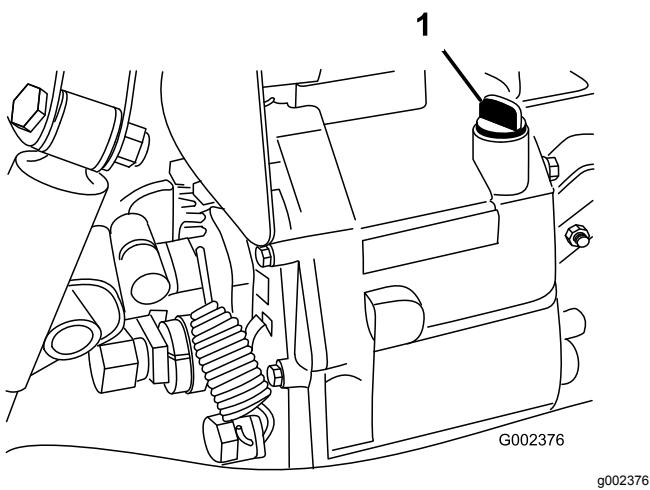

図 64
4. ディップスティック取り付け部の周辺をきれいにぬぐう 図 64。